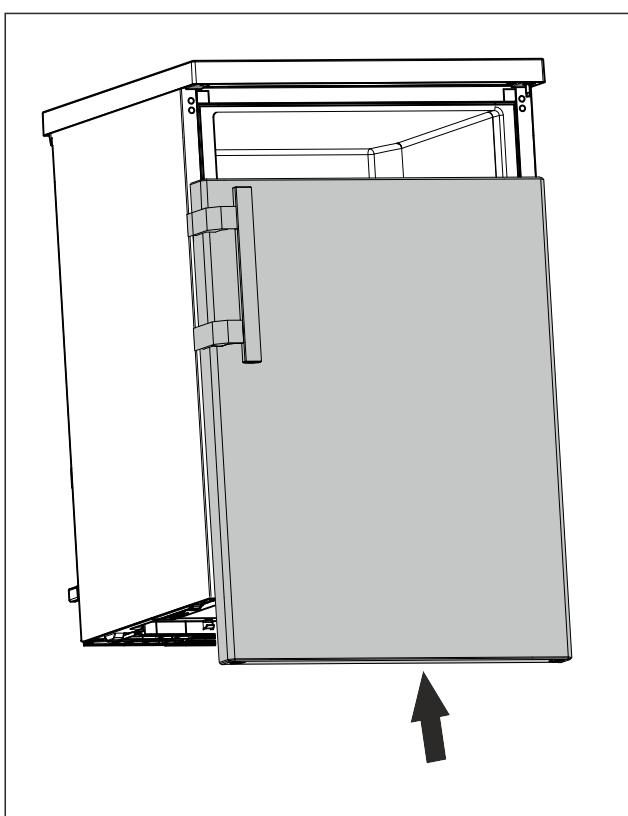

Fig. 19
- Pomičite zatvorena vrata do gornjeg svornjaka. (pogledajte Fig. 19)